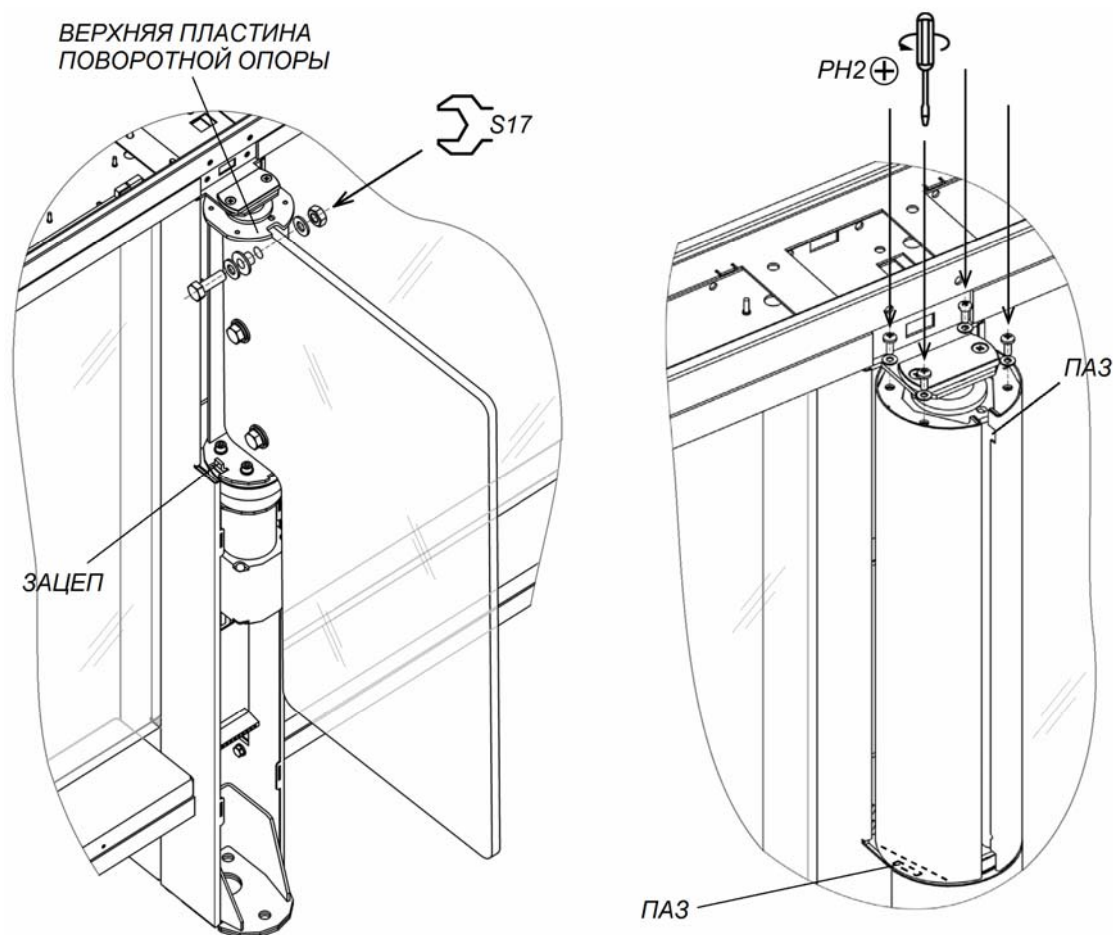

Рисунок 21. Створка и кожух створки
22. Распакуйте стеклянные створки (1) и произведите их монтаж (рис. 21, разд. 8.9.3).
23. Установите кожухи створок (4) из комплекта принадлежностей (рис. 21, разд. 8.9.4).
24. Установите на свои места передние панели боковых стоек (8) (разд. 8.9.2). После установки проверьте, чтобы верхний край панелей находился на одном уровне с
Снятие или установку створки производите вдвоем. Створка к поворотной опоре крепится в трех местах при помощи болтов M10×30, шайб 10, втулок пластиковых и гаек M10 (см. рис. 21). Используйте рожковые ключи S17.
2. Смонтируйте одну из частей кожуха на поворотную опору створки. Для этого оденьте кожух на верхнюю пластину поворотной опоры через пазы в верхней части кожуха, после чего сдвиньте кожух вниз до конца, введя нижний паз кожуха в зацеп, расположенный в нижней части поворотной опоры (см. рис. 21).